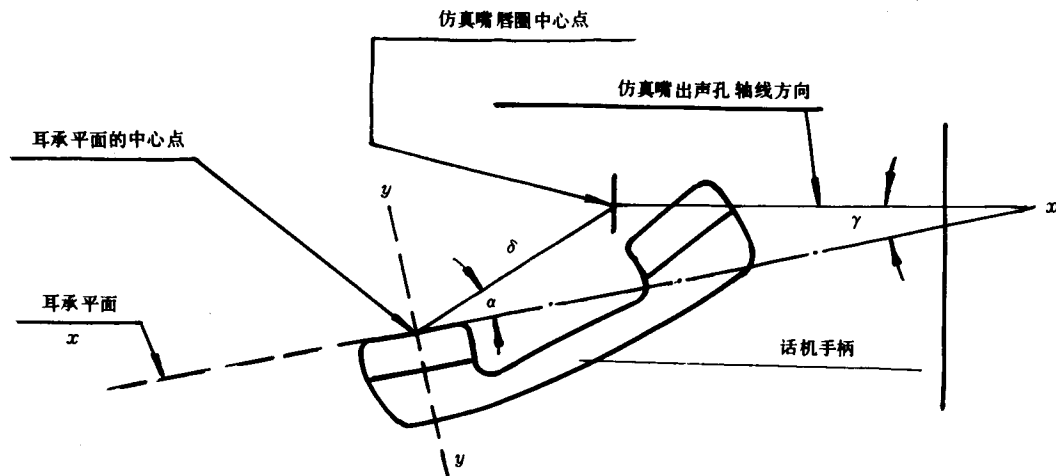

图 6
5.1.5 在测试与发送有关的项目时,话机手柄的放置应符合图 6 所示的响度评定值保护环位置(LRGP)并固定在头型架上。